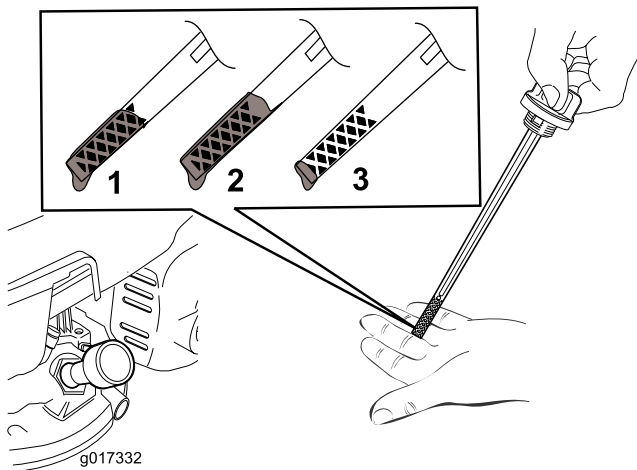
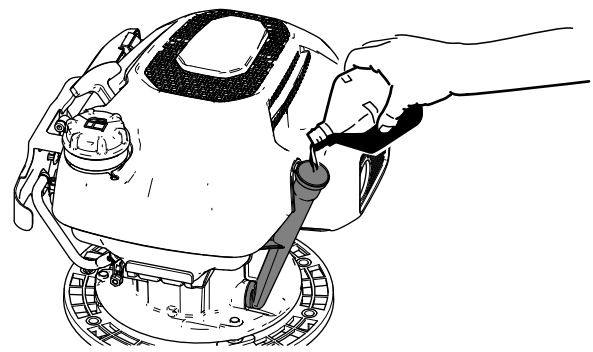

Figura 34
Figura 35
5. Si el nivel de aceite está cerca o por debajo de la marca del límite inferior en la varilla (Figura 34), vierta lentamente el aceite de motor especificado en el cuello de llenado de aceite (Figura 35) y espere 3 minutos.
5. Coloque un recipiente junto a la carcasa en el lateral del cuello de llenado de aceite de la máquina y sobre el suelo (Figura 35).
1. Vierta lentamente el aceite de motor especificado en el cuello de llenado de aceite (Figura 35) y espere 3 minutos.